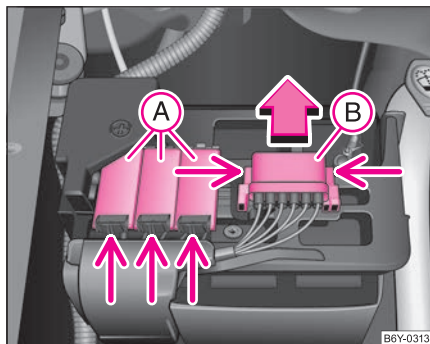

Abb. 170 Batterie:
- Drücken Sie Verrastungen der Sicherungsabdeckungen **(A)** ⇒ Seite 236, Abb. 170 und klappen die Abdeckungen auf.
- Einige Fahrzeuge sind nur mit der Abdeckung **(B)** ausgestattet ⇒ Seite 236, Abb. 170. ■